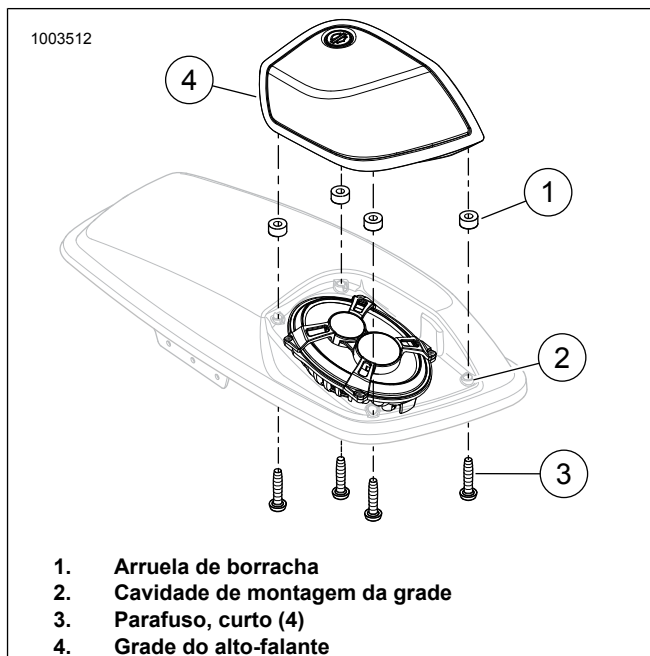

Figura 10. Instalação e remoção da grade
2. Veja a figura 10. Coloque as arruelas de borracha (1) dentro da cavidade de montagem da grade (2).
3. Verifique se as arruelas de borracha (1) estão em seus lugares. Coloque a grade do alto-falante (4) na posição correta sobre a superfície do alto-falante. Fixe com os quatro parafusos curtos (3). Aperte alternadamente os parafusos com torque de: